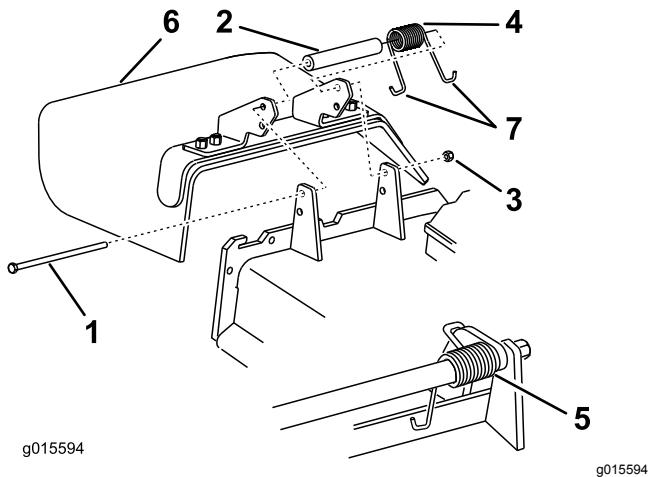

図 86
1. デフレクタをピボットブラケットに固定しているロッカナット、ボルト、スプリング、スペーサを外す(図 86)。
2. 破損または古くなっているデフレクタを取り外す図 86。
**注** 必ず、スプリングのJフック端の1つをデッキエッジの後ろに引っ掛け、それからボルトを 図 86 のように取り付けてください。
6. J形端部のひとつをデフレクタに引っ掛ける 図 86。